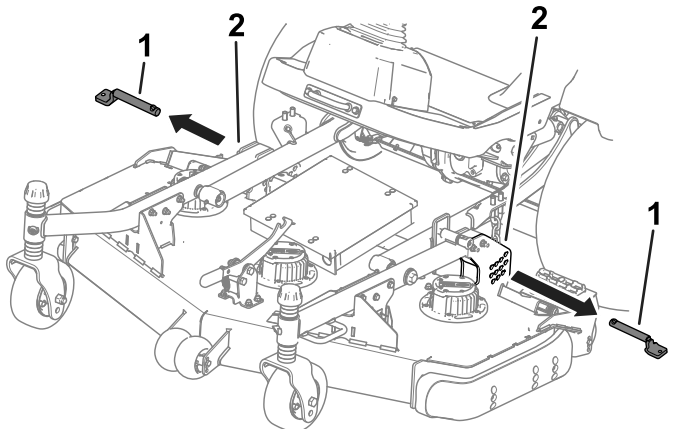

Bild 31
4. Entfernen Sie die Splinte von den Schnitthöhenplatten (Bild 31).